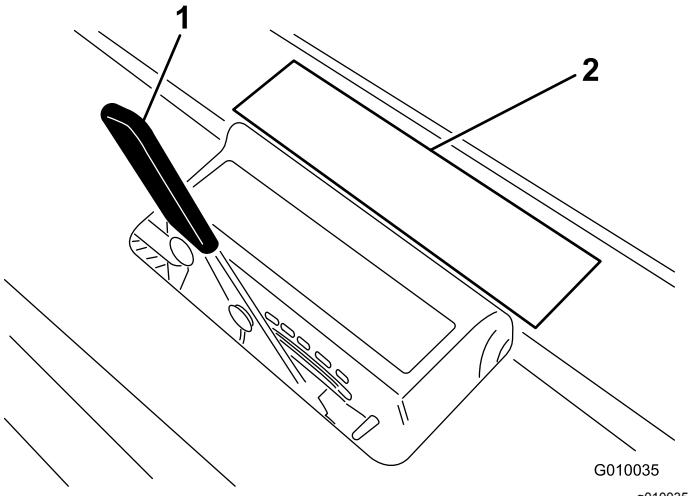

Figura 28
3. Appoggiate la fustella sull'adesivo di profondità delle fustelle (**Figura 28**) con un'estremità allineata con la profondità di arieggiatura desiderata (fate riferimento alla sovrapposizione della fustella sull'adesivo).